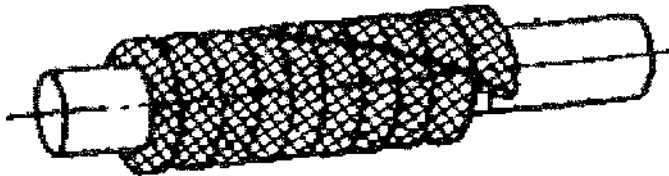

Рис. 3 Сальниковая набивка
- нарезают заготовки сальника определенного размера, соответствующей длине окружности сальниковой буксы (*Рис. 3*);